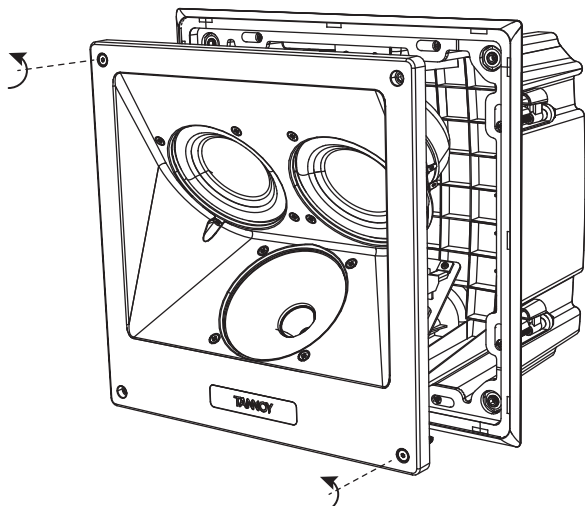

Fig. 14. Removing the loudspeaker from the back can
4. Se o conjunto do altifalante já estiver instalado na lata posterior (durante o transporte, por exemplo), remova-o da lata posterior desapertando os parafusos que o prendem no lugar (Fig. 14).